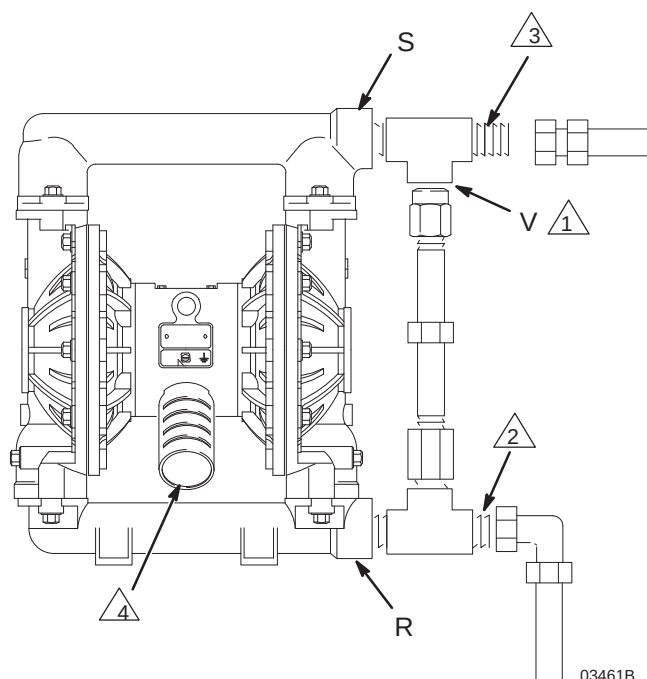

FIG. 4
Några system kan kräva att en tryckavlastningsventil installeras på pumputloppet för att förhindra att övertryck uppstår som kan orsaka att slang eller pumpen brister. Se FIG. 4.
1. Ta bort ljudämparen (P) från luftutloppet på pumpen.
2. Montera en jordad utloppsslang (T) och montera ljudämparen (P) i andra änden på slangen. Tryckluftsutloppsslangen måste ha minst 19 mm (3/4 tum) innerdiameter. Om en slang längre än 4,57 m (15 fot) erfordras, använd då en slang med större diameter. Undvik skarpa krökar och kinkar på slangen. Se FIG. 4.
3. Ställ en behållare (U) vid änden av luftutloppet för att fånga upp vätska om membranet skulle brista.